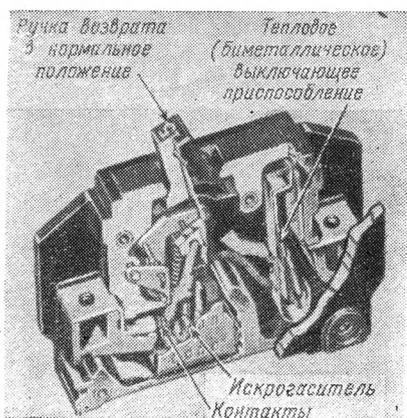

Рис. V.43. Автоматический выключатель в разрезе.
**Применение автоматических выключателей.** Для защиты электрических цепей в новых домах обычно применяются автоматические выключатели (рис. V.43). Они автоматически разрывают цепь в том случае, если через нее проходит слишком большой ток. Этот автоматический выключатель представляет собой сочетание выключателя и предохранительного устройства. Когда выключатель установлен в положение «включено», контакты автоматического выключателя замкнуты. Если в цепи происходит короткое замыкание или перегрузка, автоматический выключатель разрывает цепь. После того как причина короткого замыкания устранена или нагрузка уменьшена, автоматический выключатель может быть возвращен в исходное положение, для чего необходимо сначала установить его в положение «выключено», а затем в положение «включено».